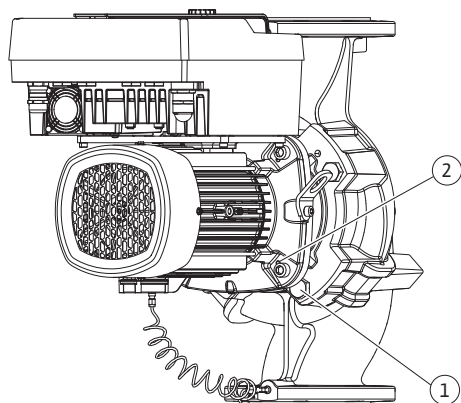

Fig. 111: Éjection du kit embrochable par les trous taraudés (selon le type de pompe)
22. En enlevant les vis (Fig. II, pos. 10), le capteur de pression différentielle se détache également de la bride du moteur. Laisser le capteur de pression différentielle (Fig. I, pos. 8) suspendu avec la tôle de support (Fig. I, pos. 13) au niveau des lignes de mesure de pression (Fig. I, pos. 7). Débrancher le câble de raccordement du capteur de pression différentielle dans le module électronique.
23. Retirer le kit embrochable du corps de pompe. Pour ce faire, utiliser les deux trous taraudés (voir Fig. 111, pos. 1).
31. Retirer le kit embrochable (voir chapitre « Description de la pompe ») du corps de pompe en desserrant les écrous à bride (Fig. I/III, pos. 29).
32. En enlevant les vis (Fig. I/III, pos. 29), le capteur de pression différentielle se détache également de la bride du moteur. Laisser le capteur de pression différentielle (Fig. I, pos. 8) suspendu avec la tôle de support (Fig. I, pos. 13) au niveau des lignes de mesure de pression (Fig. I, pos. 7). Débrancher le câble de raccordement du DDG dans le module électronique ou le détacher au niveau de la connexion enfichable et le retirer.
33. Utiliser les deux trous taraudés adjacents (Fig. 111, pos. 1) ainsi que les vis appropriées fournies avec la livraison ou par le client (p. ex. M10 x 25 mm) pour éjecter le kit embrochable du corps de pompe.
34. Engager une clé plate (de 32 mm) dans le regard de la lanterne (Fig. III, pos. 38) et maintenir l'arbre au niveau des méplats. Desserrer l'écrou de blocage de roue (Fig. III, pos. 22).